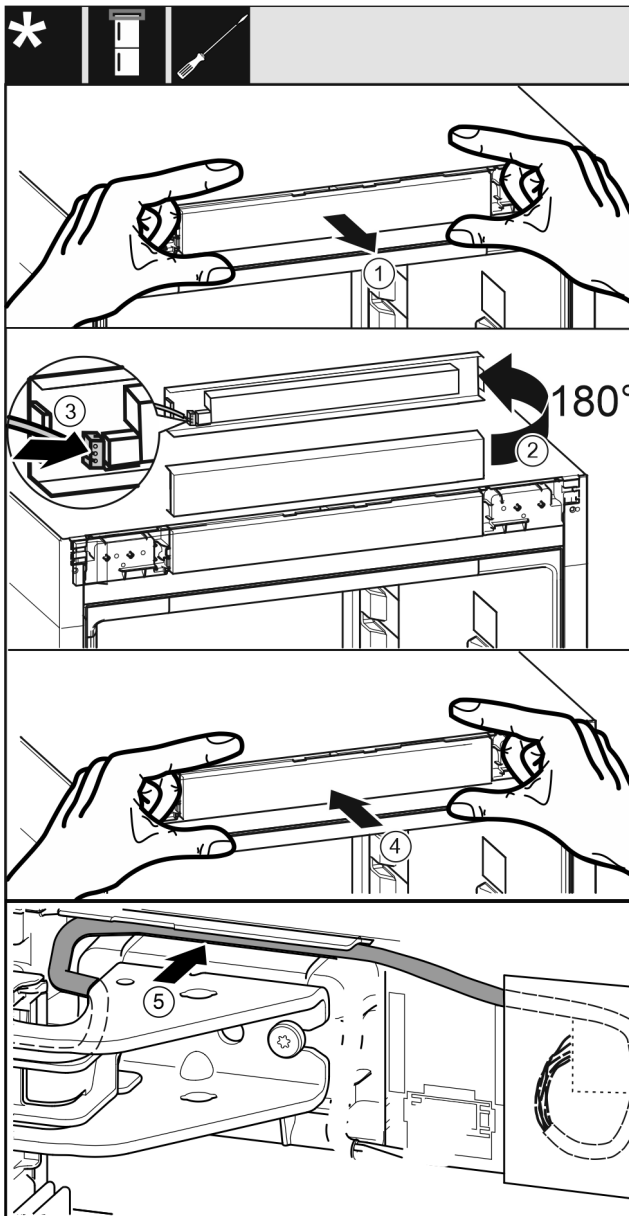

Fig. 38
- ▶ Bedienblende Fig. 38 (1) vorsichtig herausnehmen.
- ▶ Bedienblende Fig. 38 (2) um 180° nach oben drehen.
- ▶ Stecker Fig. 38 (3) an der Bedienteilblende einrasten.
- ▶ Bedienblende Fig. 38 (4) wieder am Gerät einrasten.
- ▶ Kabel Fig. 38 (5) vorsichtig in der Führung über dem oberen Lagerbock verlegen.